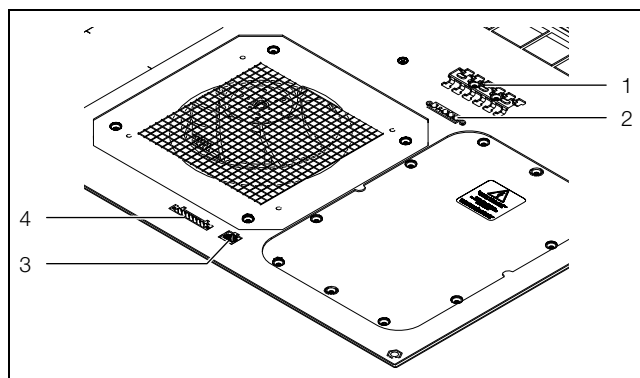

Imagen 7: Conexiones en la parte inferior del refrigerador
- El blindaje de cable puede conectarse a la guía dentada (imagen 7, posición 1).